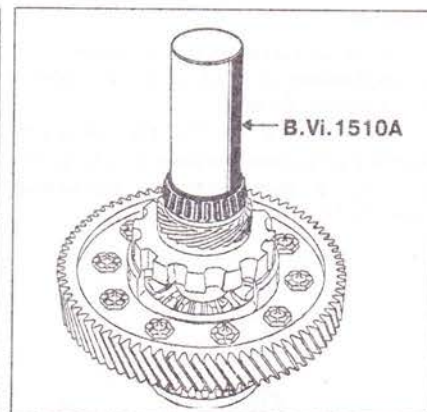

Рис. 5.71. Установите малый подшипник при помощи приспособления В. Vi. 1510А.
8. Установите малый подшипник при помощи приспособления В. Vi. 1510А (рис. 5.71).